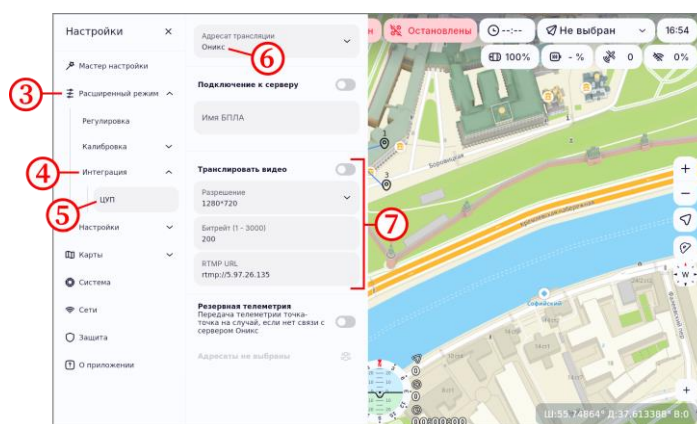

Рисунок 85
- перейти в раздел «Расширенный режим» (рисунок 85, шаг 3);
- выбрать пункт меню «Интеграция» (рисунок 85, шаг 4);
- убедиться, что открыт пункт меню «ЦУП» (рисунок 85, шаг 5);
- проконтролировать, что в качестве адресата трансляции выбран «Оникс» (рисунок 85, шаг 6);
- убедиться, что на экране раздела присутствует пункт «Транслировать видео» (рисунок 85, шаг 7).